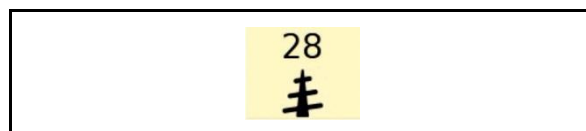

Fig. 150
Halten Sie den rechten Kreuztaster des Multifunktionsgriffs in Position (8) bzw. (9) gedrückt, bis im Terminal im Symbol „Mischschnecke/n“ (Fig. 150) die gewünschte Drehzahl erscheint (0 = Mischschnecken ausgeschaltet).